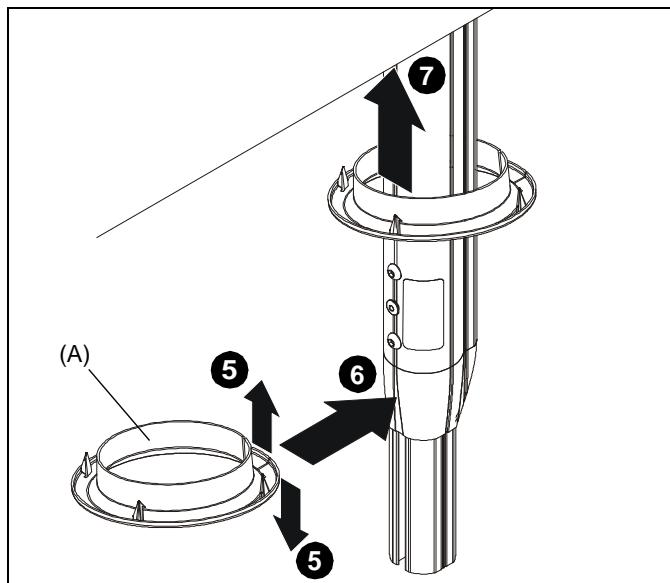

Abb. 11
- Bewegen Sie den Ring (A) so, dass er die Ausziehsäule umschließt. (Siehe Abb. 11)
- Hüllen Sie den Ring (A) um die Ausziehsäule. (Siehe Abb. 11)
- Drücken Sie den Ring (A) in das Loch, das in Schritt 3 gefertigt wurde, bis er sicher in das Loch passt. (Siehe Abb. 11)